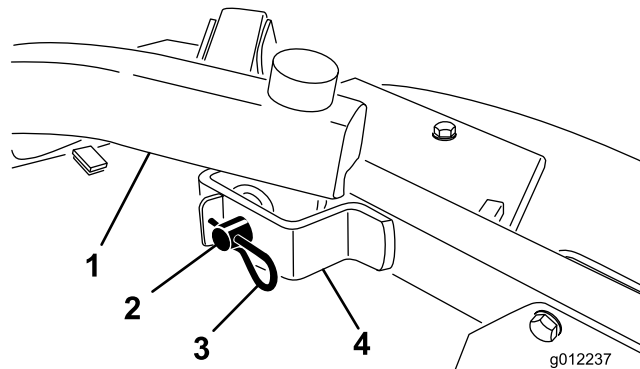

図 26
4. 昇降アームをキャスト・アーム・ブラケットに固定しているヘアピン・コッターとクレビス・ピンを外す(図 26)。